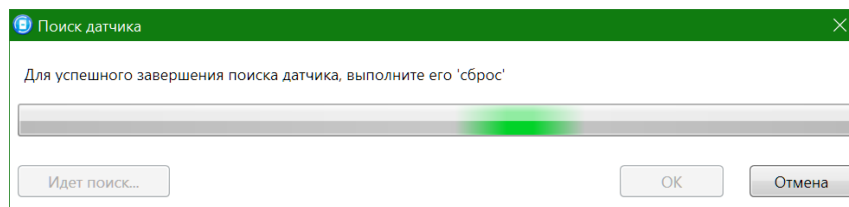

Рис. 5.35. Выбор периода тестов радиоустройства
4. После нажатия кнопки *OK* начнется поиск радиоустройства контроллером в течение 30 секунд (Рис. 5.35). Для того чтобы радиоустройство было найдено контроллером, его состояние должно быть сброшено. Для новых радиоустройств выполнять сброс не требуется (их состояние является сброшенным). Для радиоустройств, использовавшихся ранее, необходимо выполнить сброс. У большинства моделей радиоустройств Ладога-РК он выполняется путем замыкания перемычки сброса на плате. Подробные сведения о сбросе состояния радиоустройств см. в документации к ним.